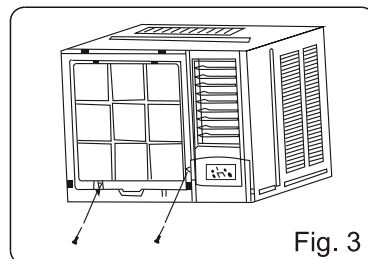

Fig. 3
4. Entfernen Sie die 2 Befestigungsschrauben (Fig. 3)